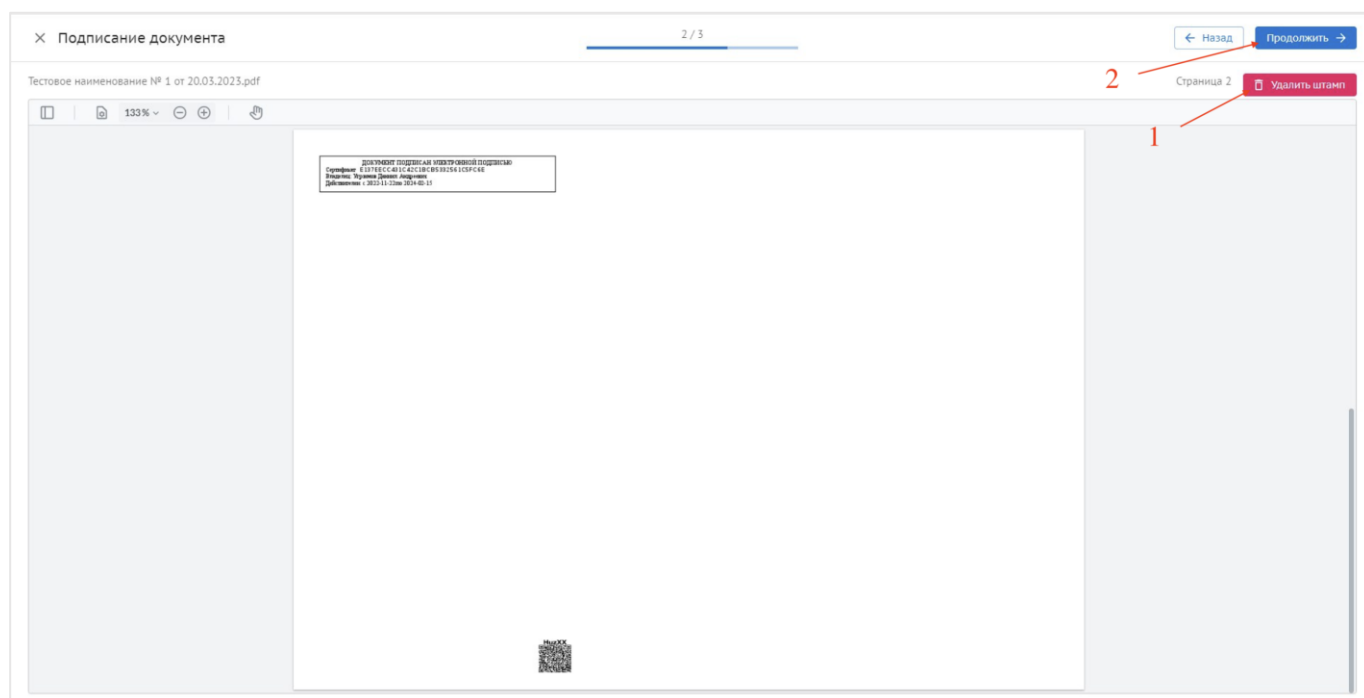

Рис. 42 – Добавление штампа ЭП
8. Размещение штампа происходит автоматически, но при необходимости положение можно скорректировать, нажав на него и переместив в нужное место. Также при необходимости штамп можно удалить (1). По окончании работы со штампом нажать «Продолжить» (2) (рис. 42);